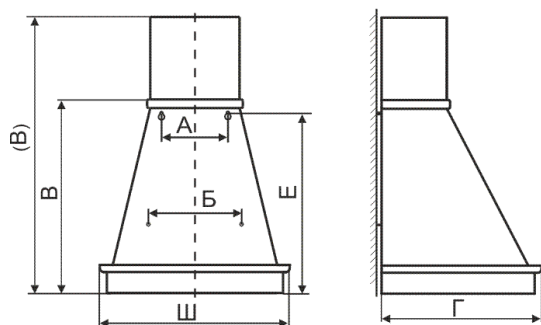

рис. 2
6.3 Крепление кухонной вытяжки (рис. 2, табл. 2,3):